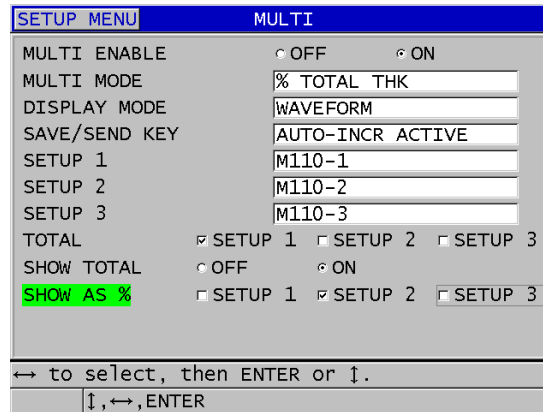

Abbildung 7-10 Einstellen der Parameter im Modus % Gesamtdicke der Mehrschichtmessfunktion
2. Im Fenster **MULTI** (Abbildung 7-10 auf Seite 127):